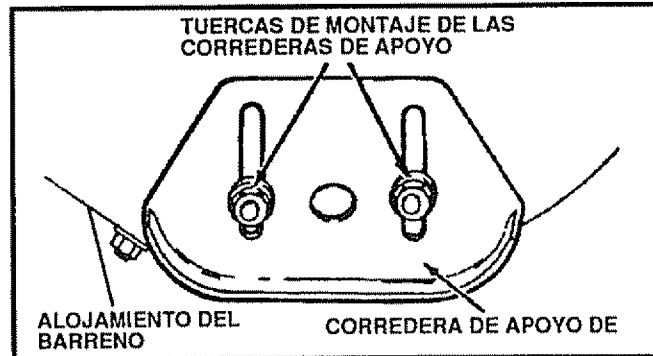

FIG. 22
Esta removedora de nieve está equipada con dos correderas de apoyo de altura ajustable, ubicadas en el lado exterior del alojamiento del barreno (Véase Fig. 22). Estas correderas de apoyo elevan la parte delantera de la removedora de nieve.
- Afloje los pernos de montaje de la corredera de apoyo (Véase Fig. 22) y empuje las correderas de apoyo hacia abajo hasta que entren en contacto con el terreno. Apriete nuevamente las tuercas de montaje.